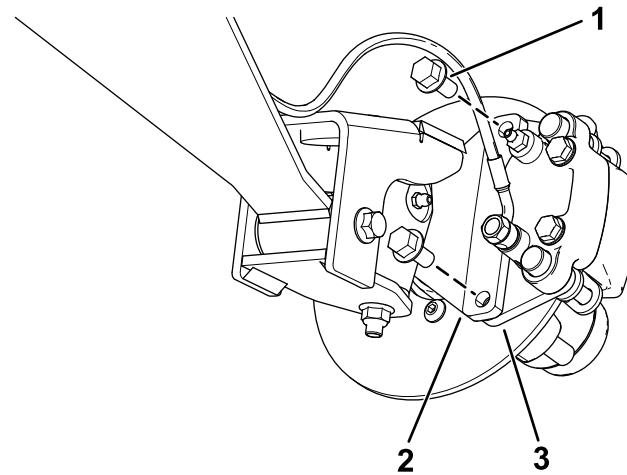
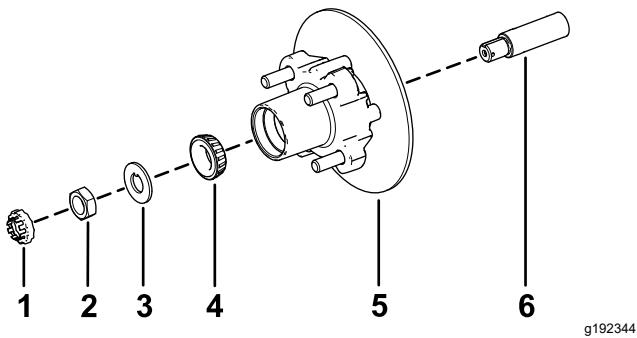

図28
図 32
3. ブレーキアセンブリ用のブラケットをスピンドルに固定しているフランジヘッドボルト $\frac{3}{8}'' \times \frac{3}{4}''$ を外してスピンドルからブレーキを取り外す図28。
1. スピンドルに所定のグリスを薄く塗る図 32。
2. ハブとロータをスピンドルに取り付ける。ロータを内側にすること図 32。
3. スピンドルに外側ベアリングを取り付けてレースにはめる図 32。
4. スピンドルにタブワッシャを取り付ける図 32。
5. スピンドルにスピンドルナットを取り付け、ハブを回してベアリングを着座させながらナットを  $15 \text{ N}\cdot\text{m} 1.52 \text{ kg}\cdot\text{m} = 11 \text{ ft-lb}$  に締めつける図 32。
2. ブレーキパッドをロータのそれぞれの側に合わせ図 28、キャリパブラケットの穴と、スピンドルフレームのブレーキ取り付け部の穴を整列させる図 32。
3. キャリパブラケットをスピンドルフレームに固定する図 28 フランジヘッドボルト  $\frac{3}{8}'' \times \frac{3}{4}''$  2本を使用する。